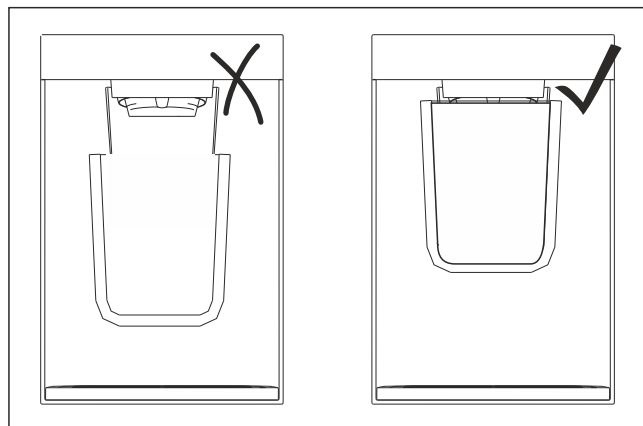

Fig. 104 Beispielhafte Darstellung
- ▶ Gefäß möglichst nahe an Ausgabeöffnung halten. (siehe Fig. 104)